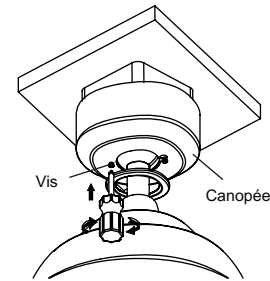

Fig. 18
**Étape 2.** Réinstallez la vis d'épaule qui a été précédemment enlevée sur la page 8 étape 2, puis resserrez deux vis d'épaule solidement. (Fig.18)